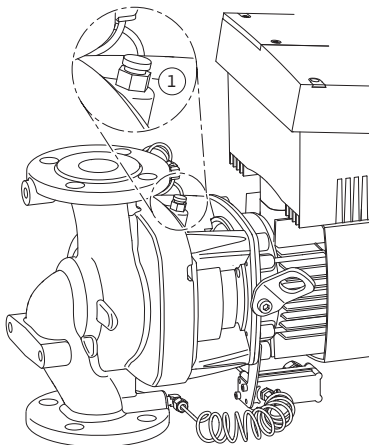

Fig. 49: Soupape d'échappement
6. Mettre la pompe hors pression en ouvrant la soupape d'échappement (fig. 49, pos. 1).